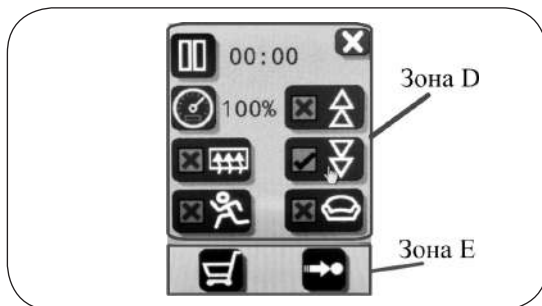

Рисунок 5.6 – Дисплей режима настройки процедуры
5.4. Дисплей режима настройки процедуры (см. рис. 5.6)